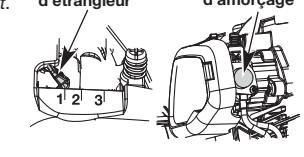

Fig. 5
- Pressez et relâchez la poire d'amorçage à 10 reprises, lentement. Une certaine quantité de carburant devrait être visible dans la poire d'amorçage (Fig. 5). Si du carburant ne peut pas être vu dans l'ampoule, la presse et le dégagement de l'ampoule jusqu'à ce que le carburant soit évident.
- Mettez le levier d'étrangleur en **Position 1** (Fig. 5).
- Mettez le levier d'étrangleur en **Position 2** (Fig. 5).
- Tout en gardant enfoncée la manette des gaz, placez le levier d'étranglement dans la **Position 3** (Fig. 5) et laissez le moteur se réchauffer encore pendant 60 secondes. Pendant ce temps l'appareil peut être utilisé.
SI... Le moteur hésite, remettez le levier d'étranglement en **Position 2** (Fig. 5) et continuez à le chauffer.